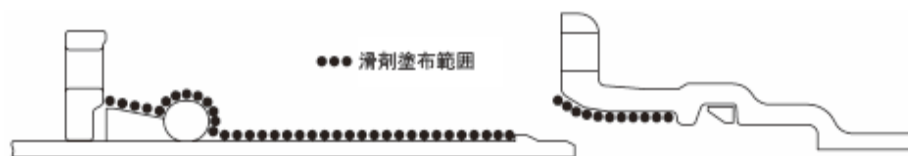

図 4-14 滑剤塗布範囲
- (5) 図 4-14 に示す、ゴム輪の外面及び受口内面に滑剤を塗布すること。